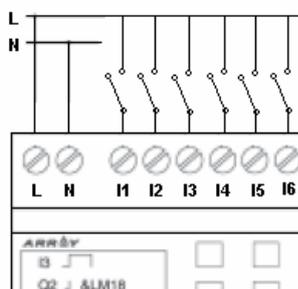

Figura. 6.23. Conexión de entradas al PLC
- Conectar una fase de 110 VAC a las entradas I1, I2, I3 e I4 con switch's de intermedio como se muestra en la Figura 6.23: